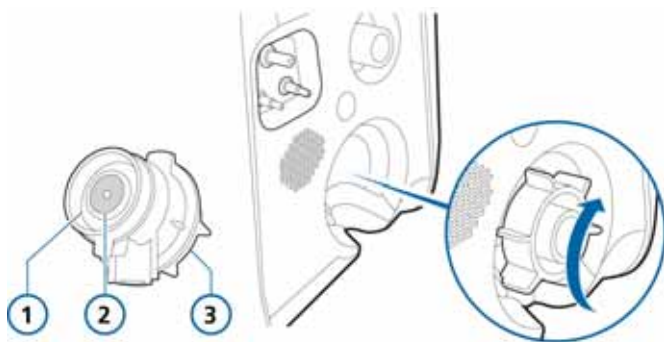

Рисунок 5-1. Установка неонатального клапана выдоха
1. Удерживая корпус клапана выдоха (рис. 5-1), установите силиконовую мембрану в корпусе.